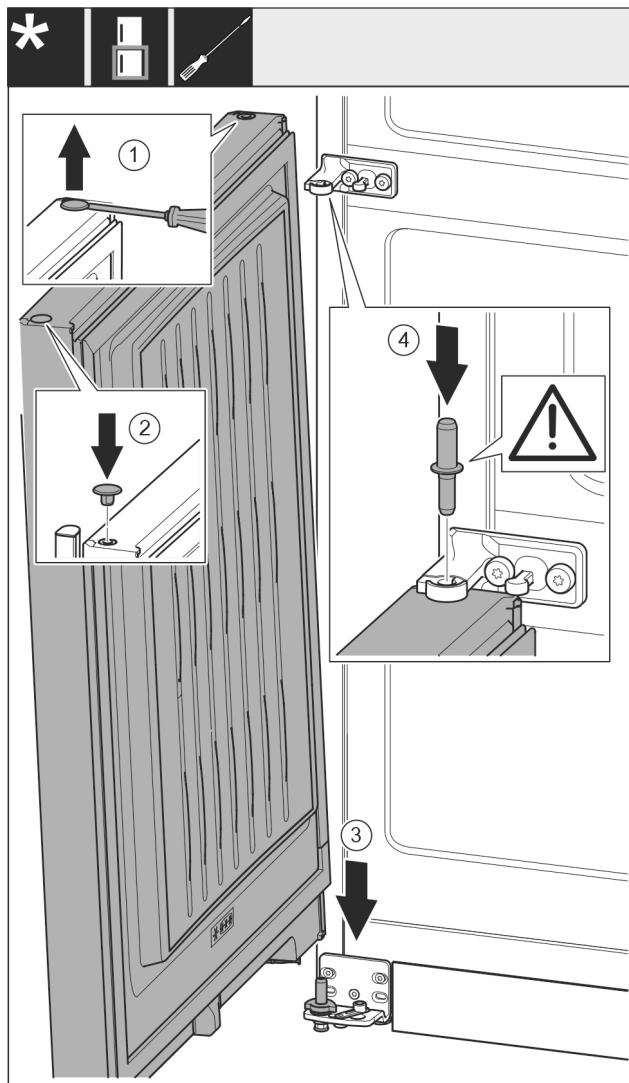

Fig. 23
- ▶ Осторожно приподнимите шлицевой отверткой заглушку Fig. 23 (1) и извлеките ее.
- ▶ Снова установите заглушку Fig. 23 (2) с другой стороны двери.
- ▶ Установите дверь Fig. 23 (3) сверху на нижний опорный палец.
- ▶ Вставьте средний опорный палец Fig. 23 (4) через средний опорный кронштейн в нижнюю дверь. При этом проследите за тем, чтобы выступ фиксатора был направлен назад.